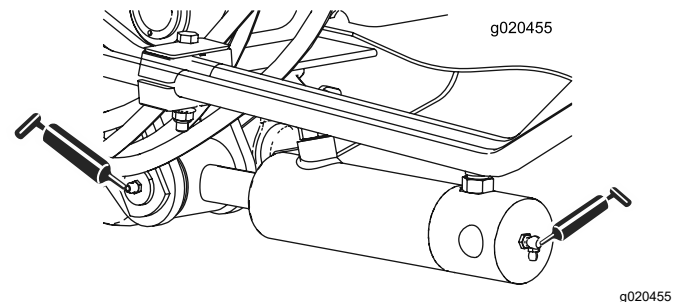

Bild 46
- Zwei (an jeder Seite) Hubarm-Zylinderbüchsen (Bild 46)